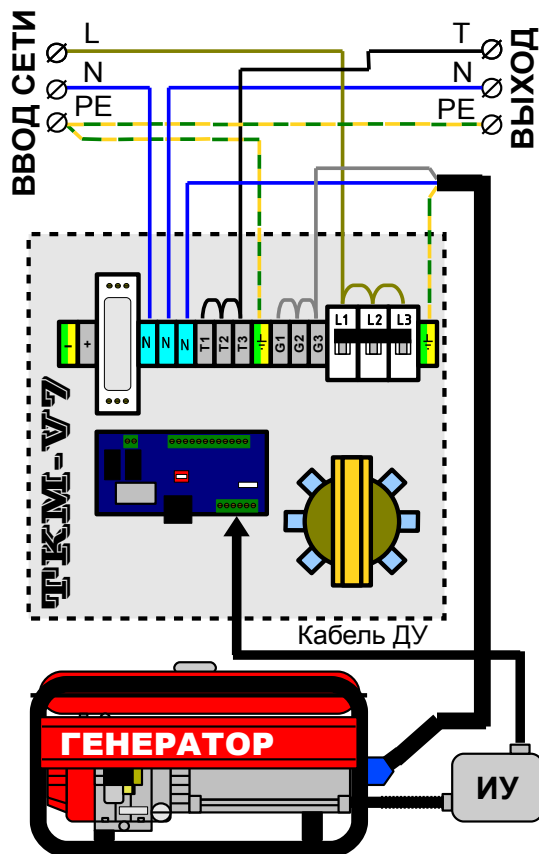

Рис.5. Подключение к однофазной сети.
9. Подсоедините резервируемую линию (потребители) и ввод сети. Схемы подключения показаны на рис.4 и рис. 5. **Обязательно подключите заземление!!! Без заземления устройство работать не будет!!!**